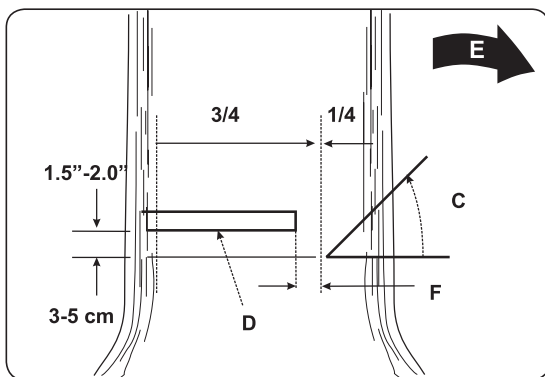

Abb. 10B
**! ACHTUNG:** Spazieren Sie nicht vor einem Baum, der eingekerbt ist. Führen Sie den Fällschnitt (D) auf der anderen Seite des Baumes ca. 3-5 cm oberhalb der Kerbkante (C) aus (Abb. 10B).